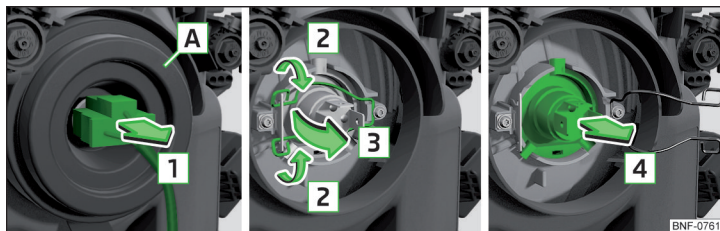

Fig. 174 Înlocuirea becurilor pentru faza scurtă și lungă
» Extrageți conectorul de la becul cu incandescență, în sensul săgeții **1** » fig. 174.
- » Apăsăți etrierul de siguranță înspre far și desprindeți-l apoi în sensul săgeților **2** » fig. 174.